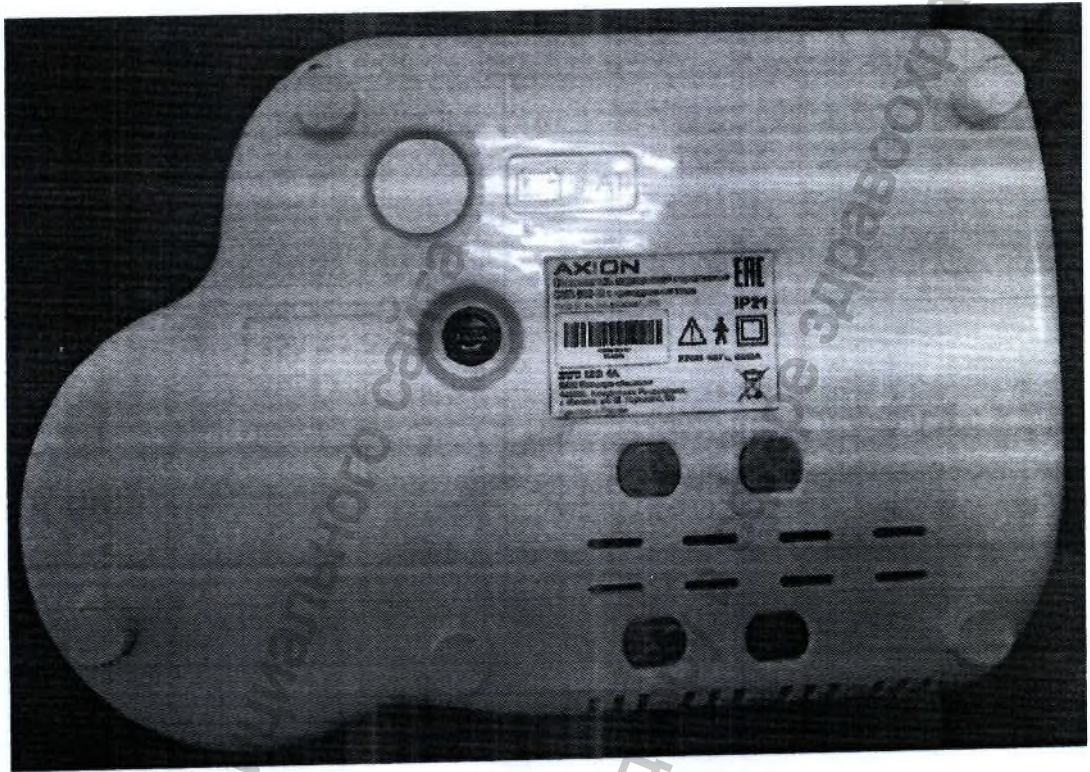

Рисунок 9 - Блок управления отсасывателя ОМП-5/80-02. Вид снизу.
2.4.2.3 На днище блока управления (рис. 9) находится шильдик с маркировкой и вставка плавкая «12 В 4 АТ».